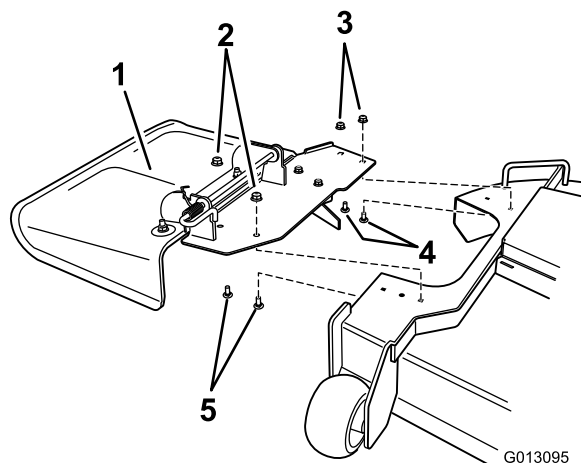

Figure 8
- Enlevez les fixations qui retiennent le déflecteur sur le tablier (Figure 8).